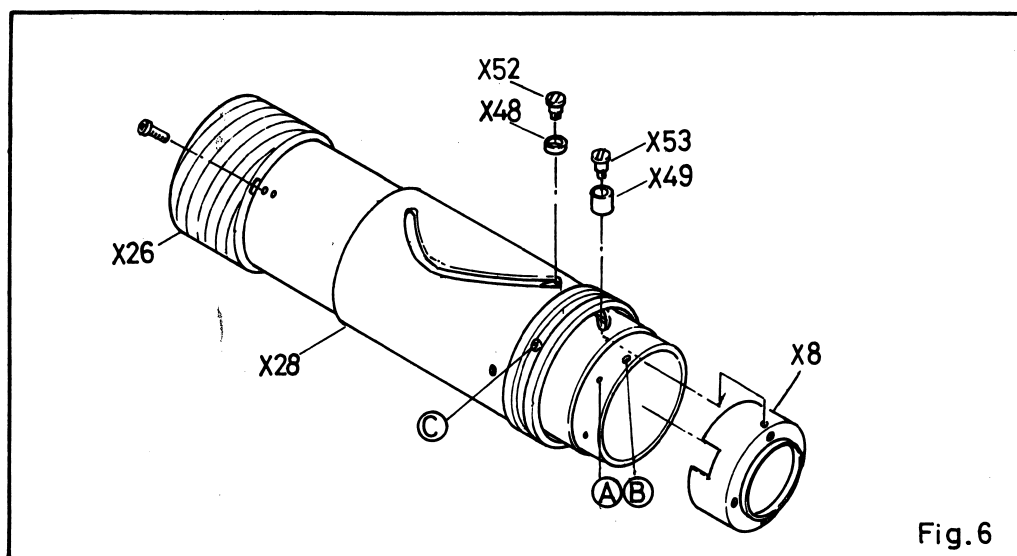

Fig.6
その位置で、ローラ (A) とローラー軸ビス (X54) を取付ける。Fig.6 参照。
Each Roller and retainer screw is intalled as Fig. 6 shows.
各ローラービスはFig.6の様に取付ける。